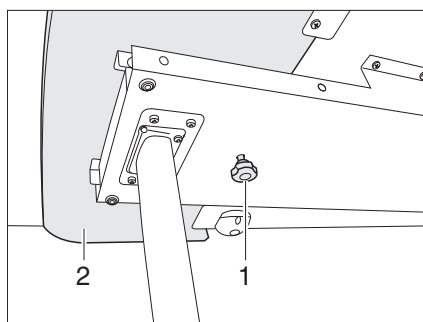
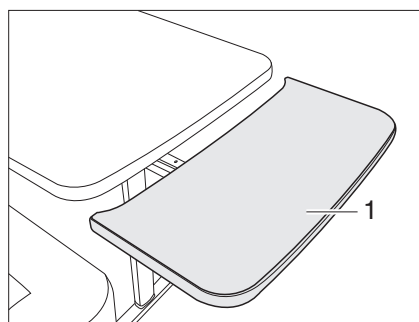

Fig. 73 Verrouillage de la rallonge de table
Fig. 74 Rallonge de table
- Desserrer la vis moletée (Fig. 73,1).
- Faire entièrement sortir la rallonge de table (Fig. 73,2) (Fig. 74).
- Faire opérer un arc de cercle vers le haut à la rallonge du plateau de table (Fig. 74,1). La rallonge du plateau de table affleure au plateau de table.
- Tirer à fond la rallonge du plateau de table (Fig. 74,1) dans le sens opposé au plateau et la pousser vers le bas en forçant la résistance des ressorts de retenue. La rallonge du plateau de table descend en opérant un arc de cercle (Fig. 74).
- Serrer la vis moletée (Fig. 73,1).